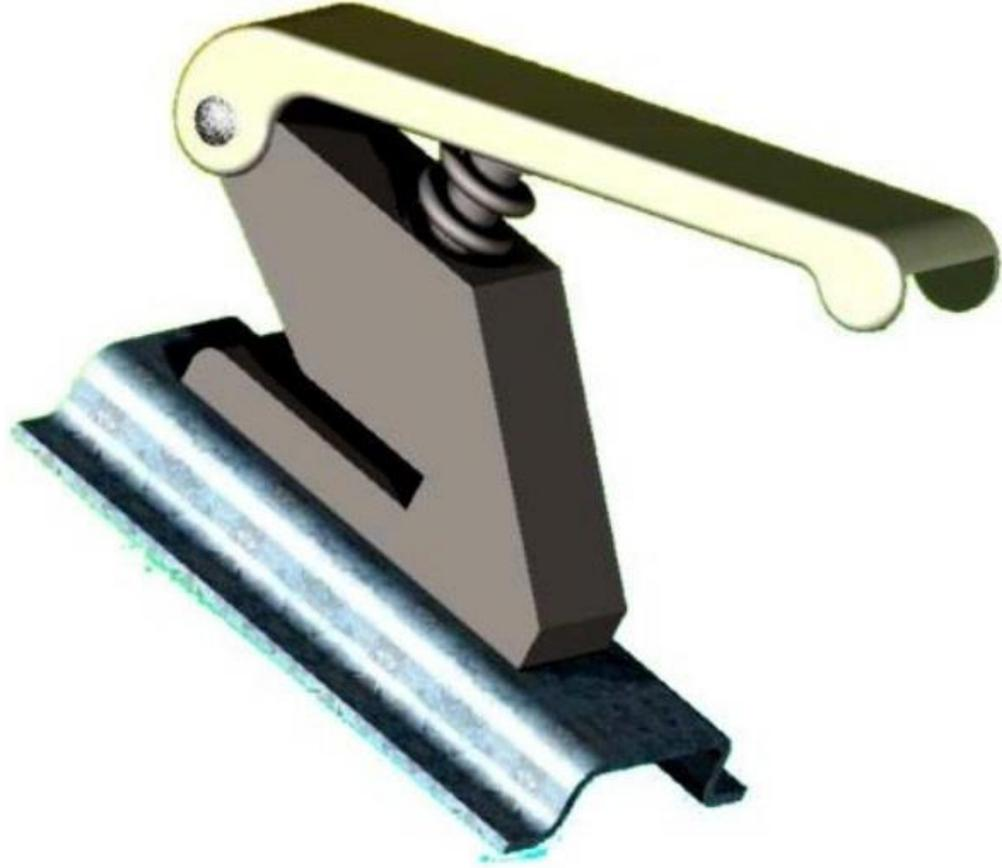

Fig.3 : Perforateur
5. **Dessin en perspective**: Est un dessin représentant une forme en volume .Il donne une représentation très réaliste de l'objet ,comme si nous le voyions sur une photographie. La perspective nous donne une vision globale de l'objet, mais il faut faire attention car tous les côtés de l'objet ne sont pas visibles Fig3.